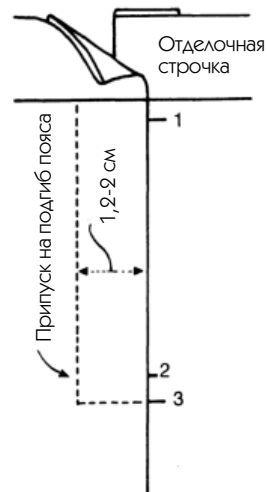

Рис. 281
6. Отогните планку до намеченной границы (рис. 281), затем выполните видимую с лицевой стороны строчку, которая закрепит вторую тесьму молнии (ее ширина должна быть соразмерна с шириной молнии, т. е. 1,2–2 см).